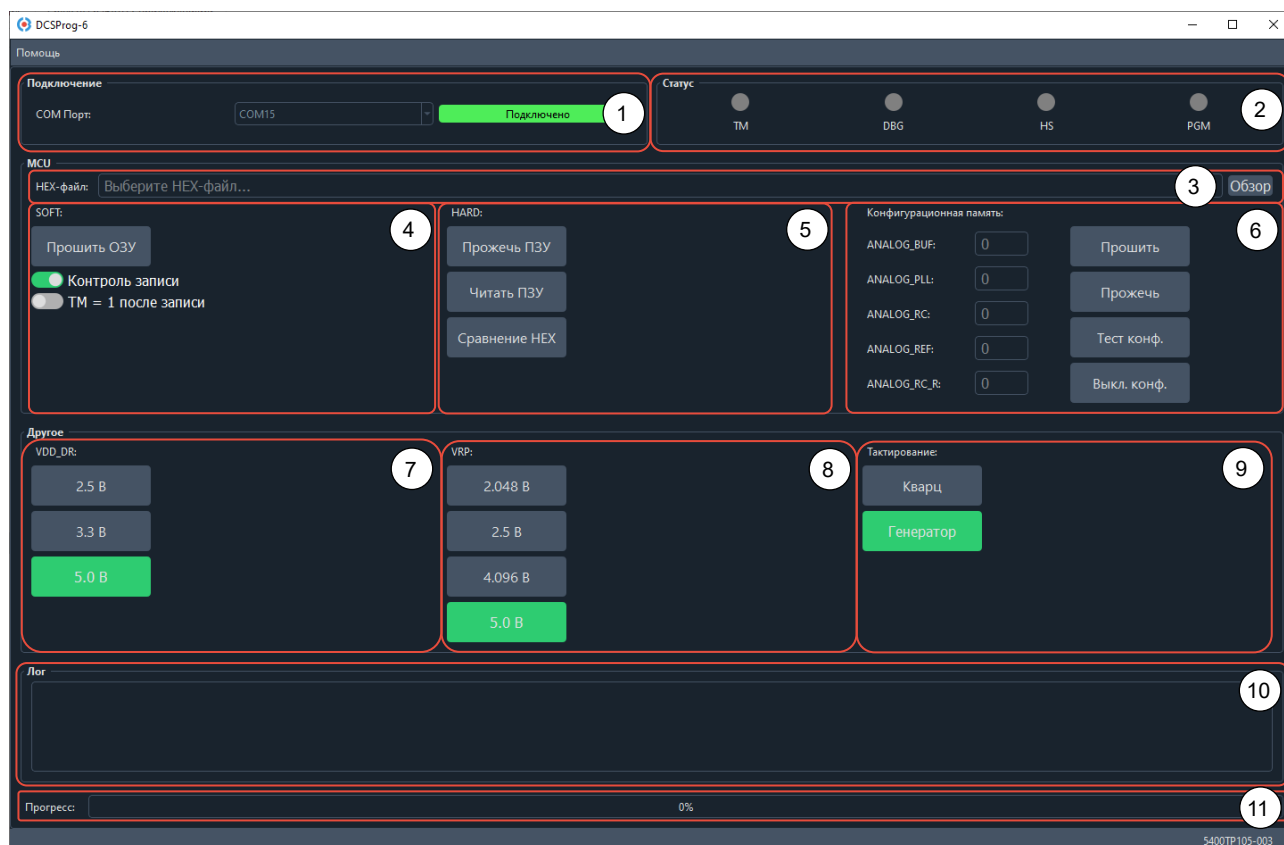
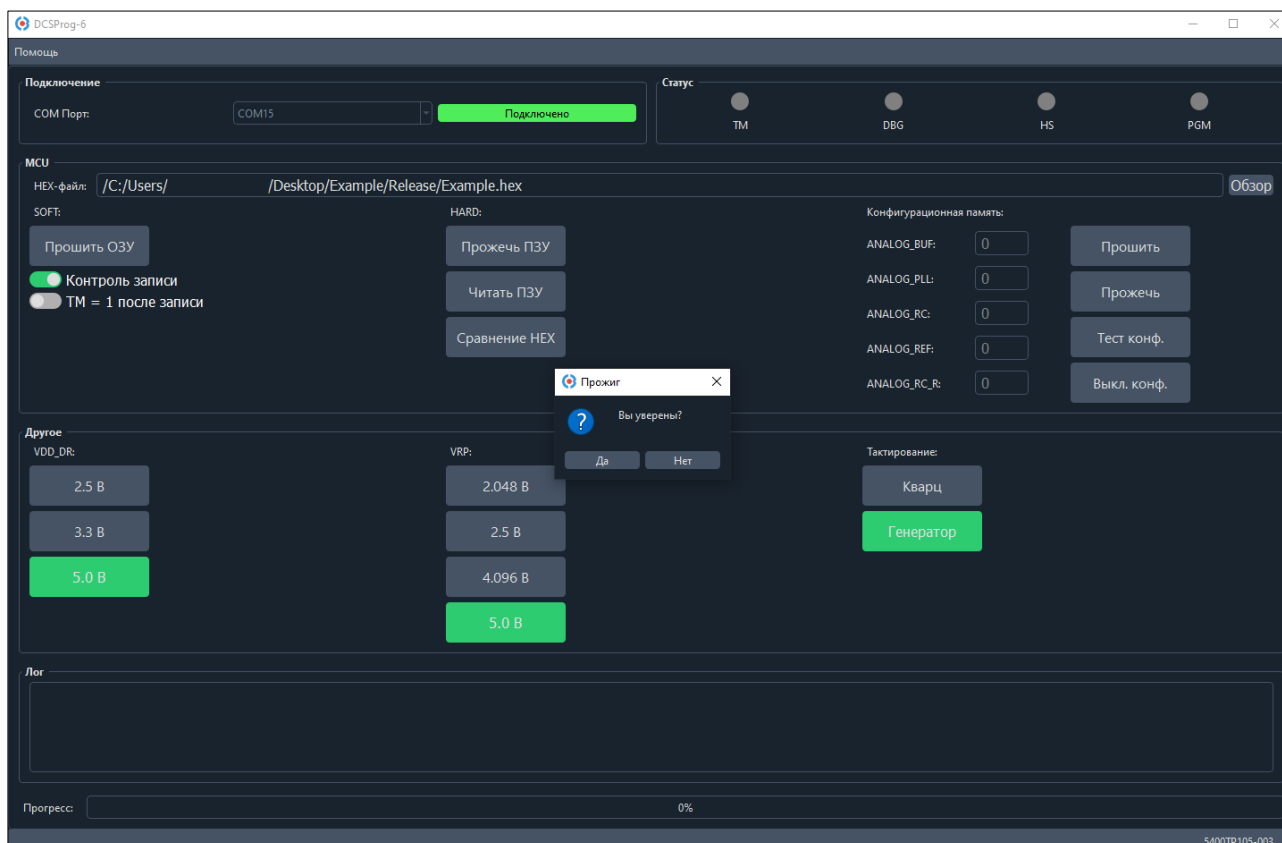

Рисунок 46. Окно программы DCSProg6 после инициализации
Рисунок 52. Программирование микросхемы в режим «HARD»
5. Нажмите в ПО DCSProg6 кнопку «Подключение» для идентификации отладочной платы. После идентификации окно приложения перезапустится с интерфейсом, соответствующим отладочной плате. Кнопка «Подключение» изменит цвет на зеленый (Рисунок 46).
Для программирования микросхемы в режиме отладки нужно загрузить файл конфигурации: нажать «Обзор» и выбрать необходимый файл (Рисунок 46, №3).
Для программирования микросхемы в режиме SOFT нажать «Прошить ОЗУ» (Рисунок 46, №4).
Для программирования микросхемы в режиме «HARD» необходимо нажать «Прожечь ПЗУ» (Рисунок 46, №5). В открывшемся окне подтвердить программирование микросхемы – кнопка «Да» (Рисунок 52);
После программирования в режиме «HARD» в качестве проверки верной записи данных можно считать их из однократно программируемого ПЗУ. Для этого необходимо нажать на «*Читать ПЗУ*» (Рисунок 46, №5). Считанные данные запишутся в файл Read_ROM_<time>.txt.
В ПО реализована функция «*Сравнение HEX*»: программа сравнивает записанные данные из микросхемы с загруженным файлом (Рисунок 46, №3).
В пункте меню «VDD_DR» из списка выберите требуемое напряжение (Рисунок 46, №7).
В пункте меню «VRP» из списка выберите требуемое напряжение (Рисунок 46, №8).
В окне «*Тактирование*» выберите требуемый источник тактирования микросхемы (Рисунок 46, №8): кварцевый резонатор с частотой 4 МГц или внешний генератор с частотой 8 МГц.